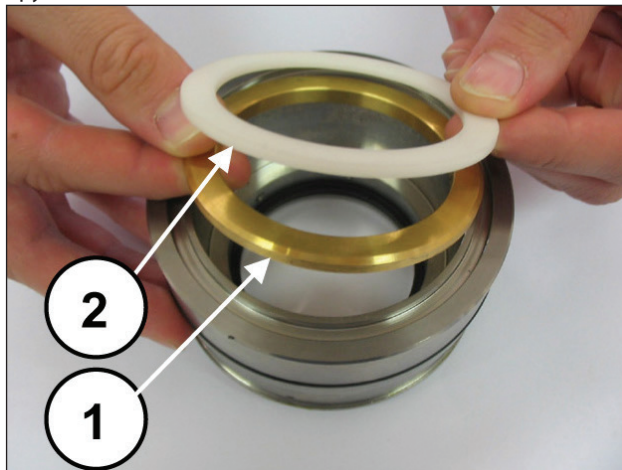
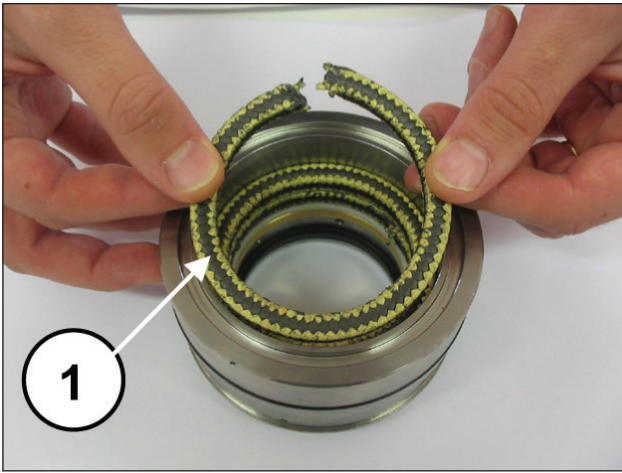
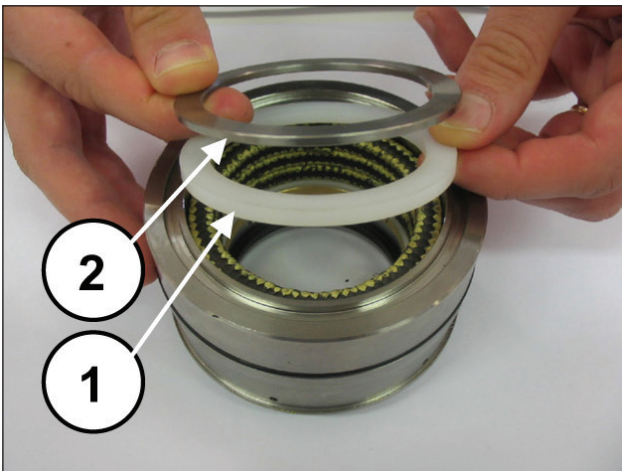

Рис. 170
Рис. 171
Рис. 172
Установите опорное кольцо и антиэкструзионное кольцо (поз. ①②, Рис. 170), а также три сальниковые набивки так, чтобы насечки находились под углом 120° друг к другу (поз. ①, Рис. 171), скребковое кольцо набивок и кольцо для пружины (поз. ①②, Рис. 172).